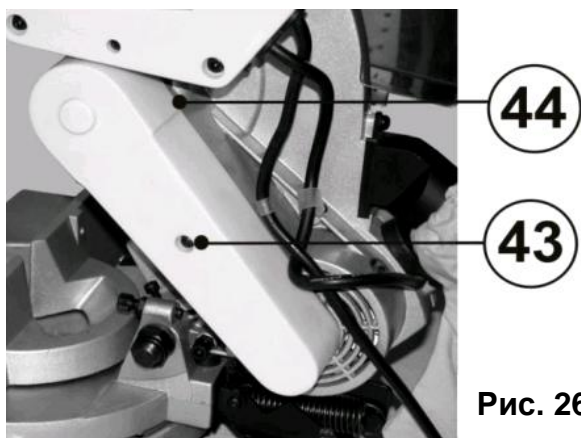
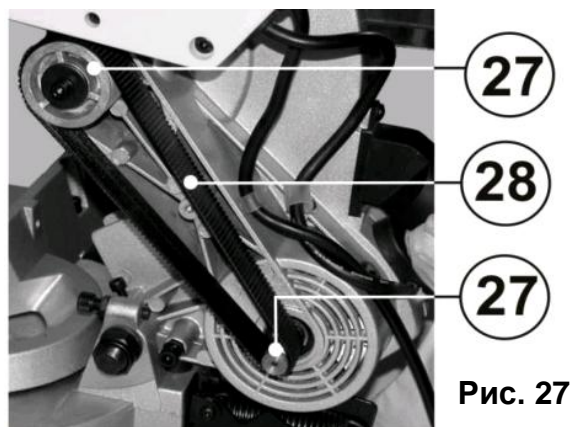

Рис. 26
Рис. 27
- Вывинтите винт (43) (См. Рис.26).
- Снимите кожух (44) ремня.
- Снимите старый ремень (28) и проверьте чистоту шкивов (27)(См. Рис. 27).
- После установки ремня (28)(См. Рис. 27) возвратите на место кожух ремня и закрепите его винтами (43).